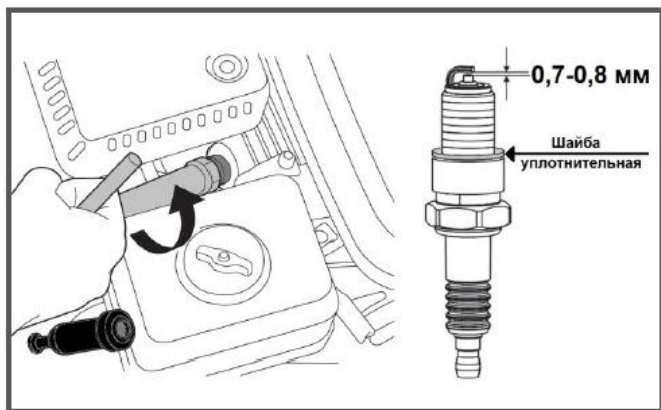

Рис. 15 Обслуживание свечи зажигания
1. Снимите со свечи зажигания колпачок высоковольтного провода и удалите грязь вокруг свечи зажигания (Рис. 15).
4. Измерьте зазор между электродами свечи зажигания специальным щупом. Зазор должен быть 0,7-0,8 мм (Рис. 15). При увеличении, или уменьшении требуемого зазора, рекомендуется заменить свечу, так как регулировка зазора может привести к изменению качества искрообразования.